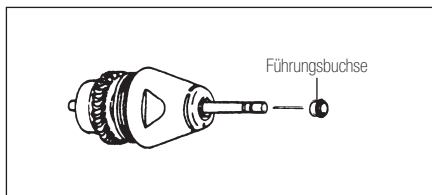

Abb.14
- 2) Die längere Führung der Führungsbuchse auf das Ende des Rotorschafes setzen, zuerst zusammen mit dem Testbohrer (Abb. 14).